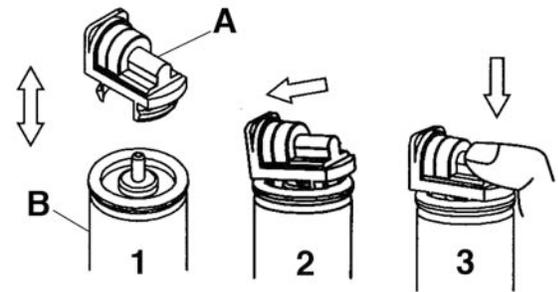

Figure 3
### Fixation de la valve de dosage à la bobonne de gaz. Fig.3.
1. Séparez la valve de dosage (A) Fig.3 de la bobonne de gaz (B).